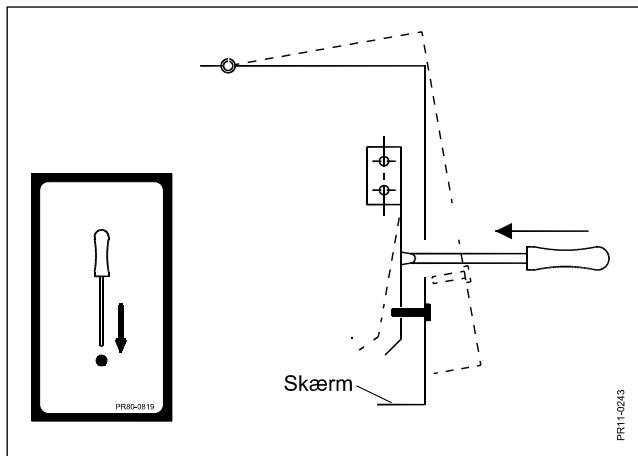
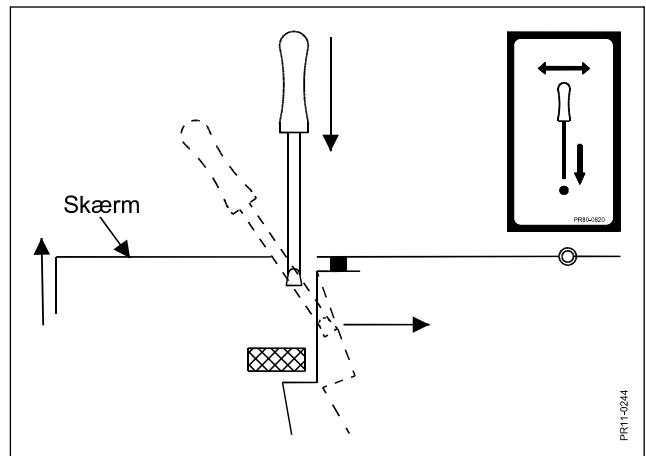

Fig. 7-1
Fig. 7-2
**Fig. 7-1** Ved vedligeholdelse af maskinen har De oftest brug for at åbne eller fjerne afskærmning. Alle afskærmninger er af sikkerhedsmæssige årsager forsynet med en lås. **Fig. 7-2** Låsen sikrer, at man ikke kan åbne afskærmningen uden brug af værktøj. Fig. 7-1 og 7-2 viser de to forskellige låseprincipper, samt de tilhørende transfers, der skal markere og illustrere låsene på maskinen.